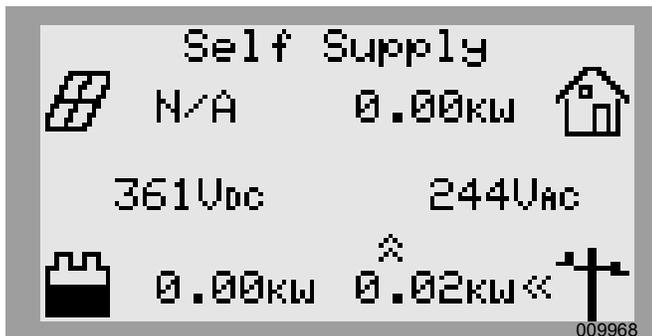

Figura 3-6. Selección de modos de funcionamiento (4 de 4)
5. Consulte la **Figura 3-6**. Verifique que el modo indicado en la parte superior de la pantalla de inicio sea el modo deseado.